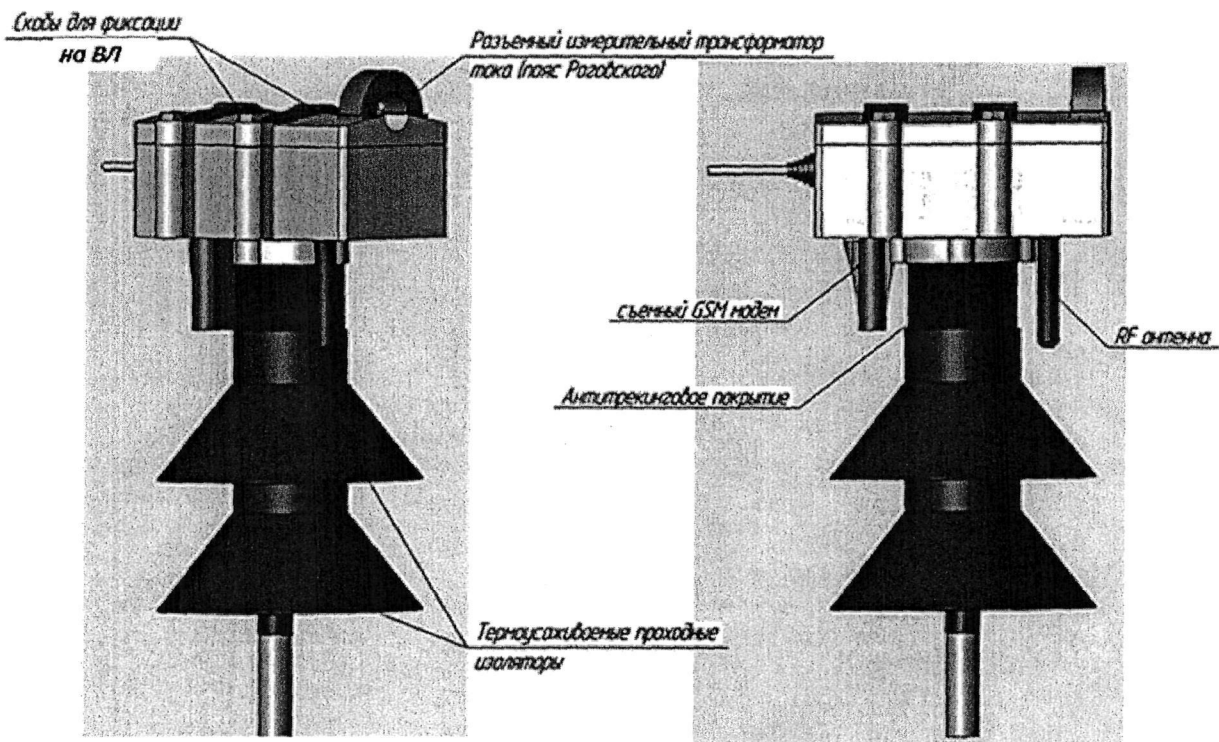

Рисунок 1 – Внешний вид ДИЭ. Корпус внешний не показан
1.20 Конструкция ДИЭ (с полной заливкой его герметиком) обеспечивает невозможность вмешательства в него извне без вывода ДИЭ из строя (см. рисунок 1). После установки на место эксплуатации измерительный блок ДИЭ закрывается внешним корпусом, обеспечивающим дополнительную защиту от внешних воздействий, при этом все элементы маркировки и выход ТМ остаются видимыми с поверхности земли. Внешний корпус после установки пломбируется пломбой энергосбытовой организации.